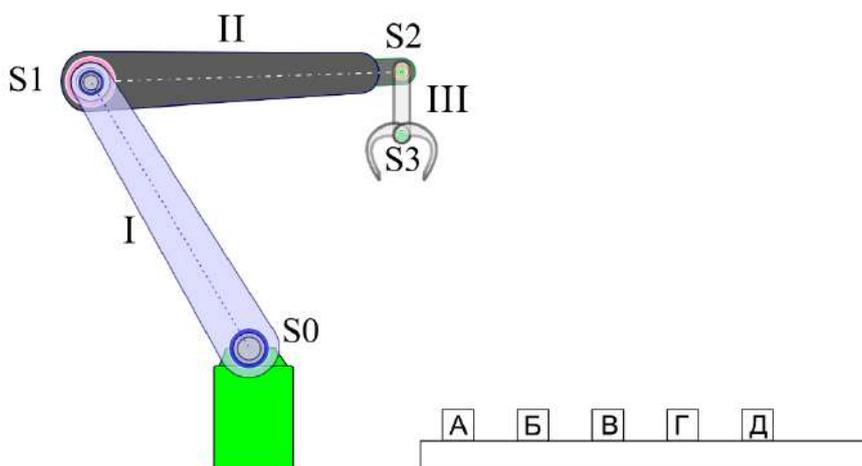

Рисунок 1. Стартовое положение манипулятора.
10.2. Используя результат предыдущего задания, определите координаты центра робота после выполнения следующей последовательности команд. Робот стартует из положения, показанного на рис. 1. Ответ приведите в виде двух чисел через точку с запятой без пробелов, округлив до десятых, например: 17,7;-21,5
команд. Робот стартует из положения, показанного на рис. 1. Ответ приведите в виде двух чисел через точку с запятой без пробелов, округлив до десятых, например: 17,7;-21,5